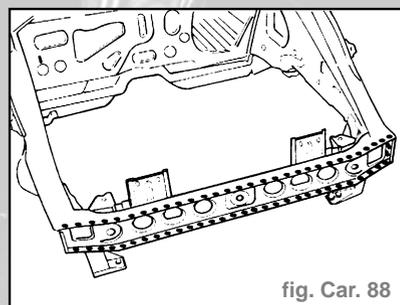

fig. Car. 88
- Effectuer la soudure électrique par points comme indiqué dans la figure (fig. Car. 88).